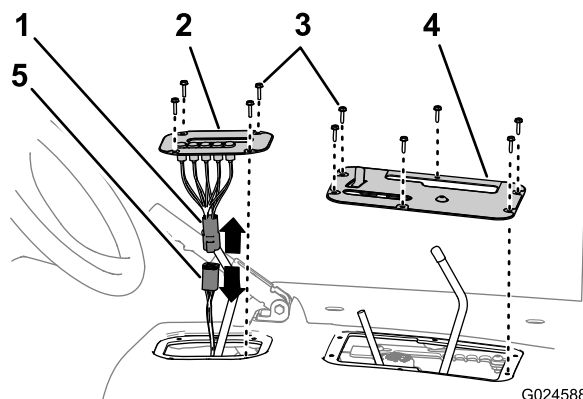

Figura 5
2. Remova os 4 parafusos de cabeça sextavada que prendem a cobertura do indicador de mudança ao resguardo do banco (Figura 5).
3. Eleve o indicador de mudança, desligue o conector do indicador do conector da cablagem da máquina e retire a cobertura do indicador da máquina (Figura 5).
4. Remova os 6 parafusos de cabeça sextavada que prendem a cobertura do controlo ao resguardo do banco e retire a cobertura (Figura 5).